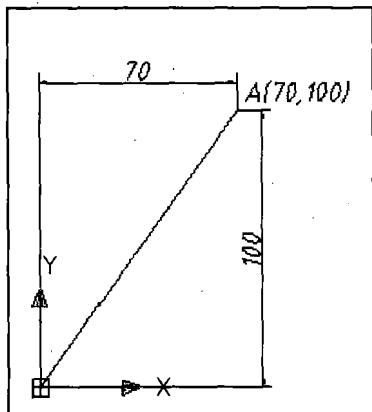

图 1-11 绝对直角坐标
① 绝对直角坐标 绝对直角坐标是指相对当前坐标系原点的坐标。用直角坐标系中的 X 、 Y 、 Z 的坐标值, 即 (X, Y, Z) 表示一个点。在键盘上按顺序直接输入数值, 各数值之间用 “,” 隔开。二维点可直接输入 (X, Y) 的数值, 如图 1-11 所示。